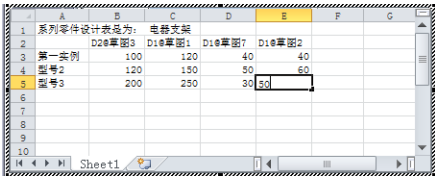

图 7-7 输入控制尺寸的尺寸值
6. 在对应的单元格中输入该型号对应控制尺寸的尺寸值，如图 7-7 所示。